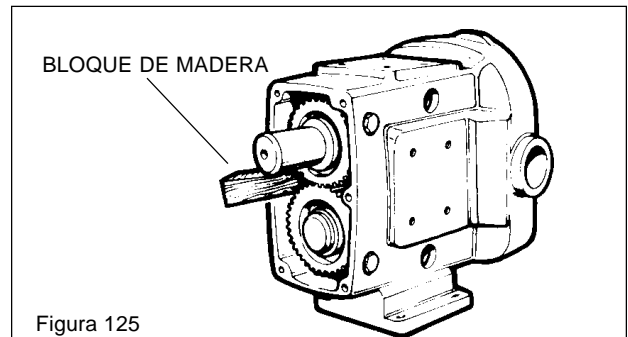

Figura 125
2. Impida que giren los ejes introduciendo una cuña de madera entre los engranajes. (Vea la figura 125)